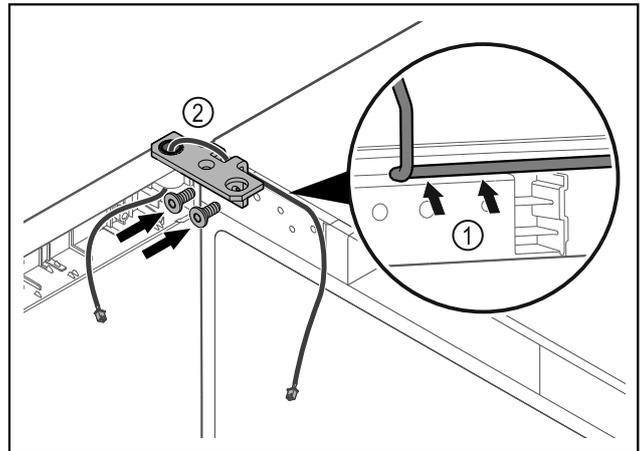

Fig. 37
- Faire passer le câble avec précaution par le trou de l'équerre de charnière Fig. 37 (1).
- Visser l'équerre de charnière Fig. 37 (2).